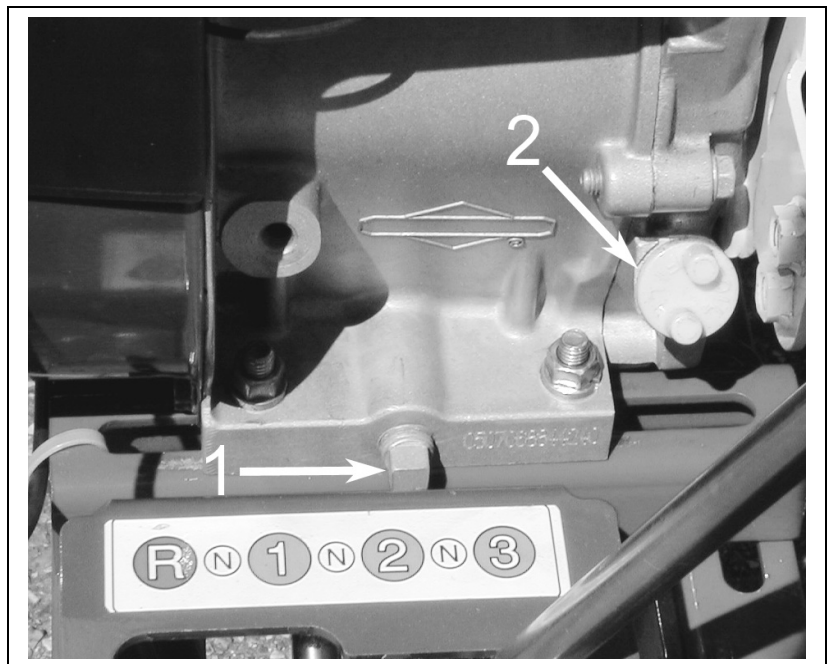

Figure 16
- **Vidange de l'huile** : Moteur chaud, dévissez le bouchon de remplissage (Figure 16, repère 2) puis le bouchon de vidange (Figure 16, repère 1).